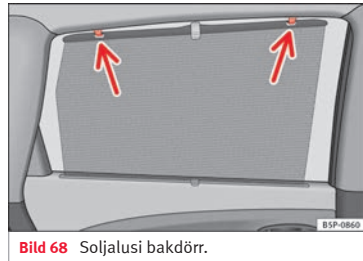

Bild 68 Soljalusi bakdörr.
– Dra ut skyddet och haka fast det i krokarna högst upp i dörrens ram » bild 68.